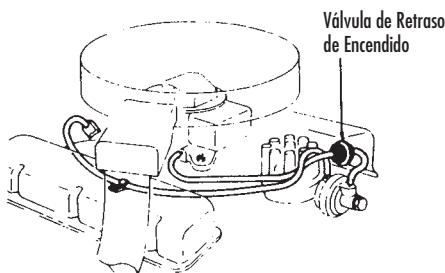

FIGURA 13: VÁLVULA DE RETRASO DE ENCENDIDO TÍPICA
Las válvulas de retraso de encendido tienen como función retrasar el suministro de vacío al mecanismo activador de avance de vacío del distribuidor durante aceleraciones bruscas, para retrasar la activación del sistema termoactuador de reacción de inducción de aire cuando el motor funciona al ralentí durante períodos largos, y para retrasar la aplicación de vacío al diafragma del estrangulador automático durante el funcionamiento del motor en frío. En algunos motores hay instalada una válvula de metal sinterizado en el diafragma de avance (exterior) de vacío de la unidad de control del distribuidor. La función de esta válvula es retrasar el avance del encendido durante las aceleraciones rápidas para reducir al mínimo la formación de NOx. El metal sinterizado es poroso y permite purgar el vacío a través de la válvula comportándose como un orificio de unos 0.05 mm de diámetro. El control se obtiene variando el número de discos en cada conjunto de válvula de modo que el retraso pueda adaptarse al motor (FIGURA 13).
- 1) Aplique un vacío de 10" de Hg con la bomba al orificio inferior de la válvula y mida los resultados con un segundo manómetro de vacío según se muestra en la ilustración (FIGURA 13).